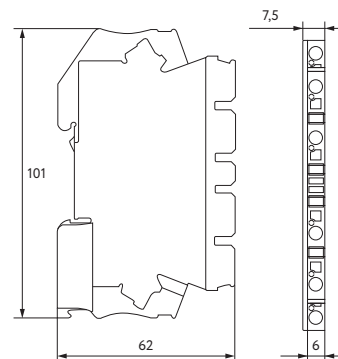
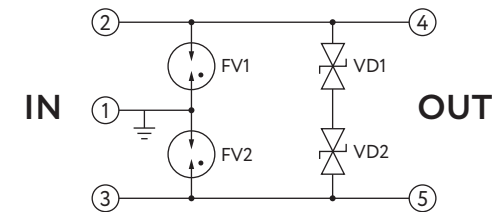

Рисунок 1. Габаритные размеры УЗИП
Рисунок 2. Принципиальная электрическая схема УЗИП
1.4.3 Габаритные размеры УЗИП представлены на рис. 1. Принципиальная электрическая схема УЗИП представлена на рис. 2.